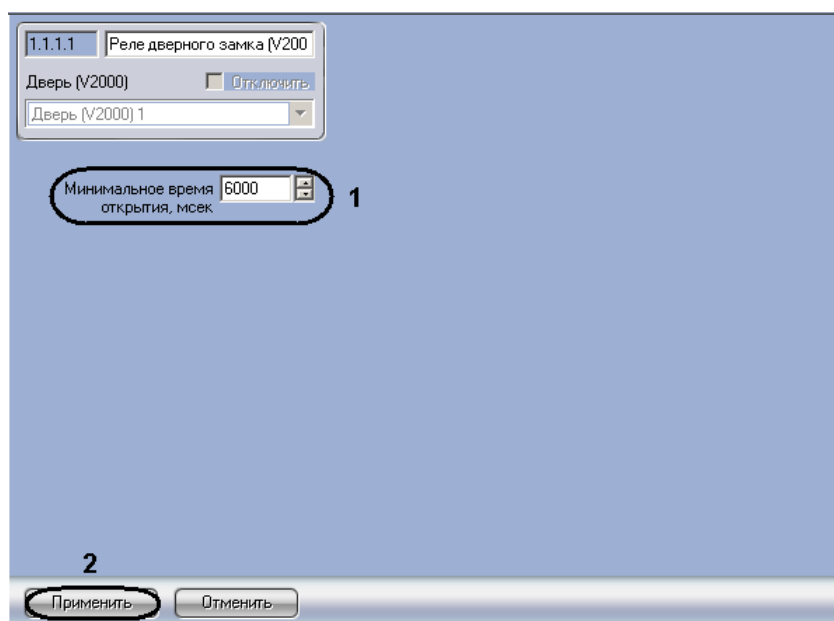

Рис. 3.7—3 Настройка реле дверного замка
- 18.1 Перейти на панель настроек объекта **Реле дверного замка (V2000)**. Данный объект создается на базе объекта **Дверь (V2000)** при построении дерева объектов (Рис. 3.7—3).
- 18.2 Указать минимальное время открытия реле дверного замка в миллисекундах в соответствующем поле (см. Рис. 3.7—3, 1).